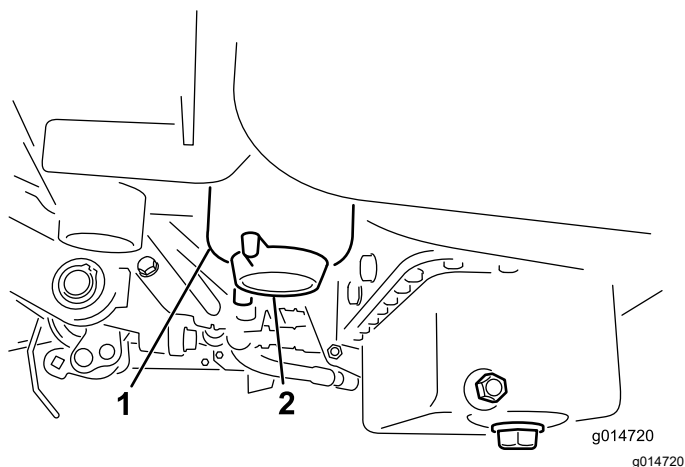

Figure 44
3. Dévissez le bouchon de vidange situé sur le filtre à carburant d'environ un tour et vidangez l'eau éventuellement accumulée (Figure 44).